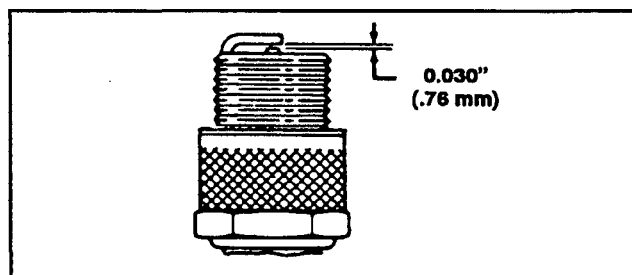

Abbildung 14
3. Den Luftspalt auf 0,76 mm einstellen (Abb. 14). Die auf den korrekten Abstand eingestellte Zündkerze mit einer Dichtungsscheibe versehen und auf 19 N·m anziehen.